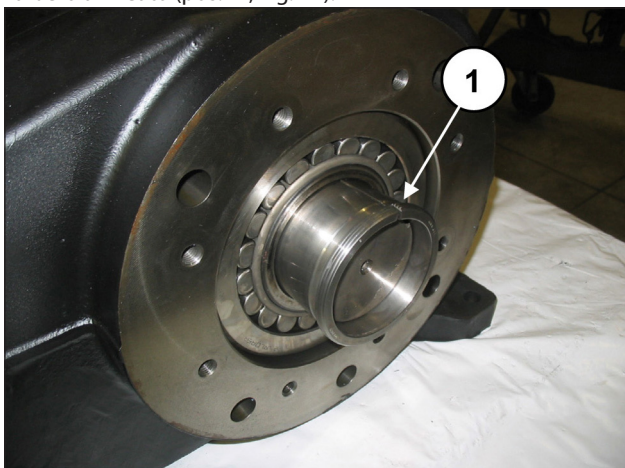

Fig. 44
Inserire manualmente la bussola di pressione per mantenere l'albero allineato (pos. ①, Fig. 44).